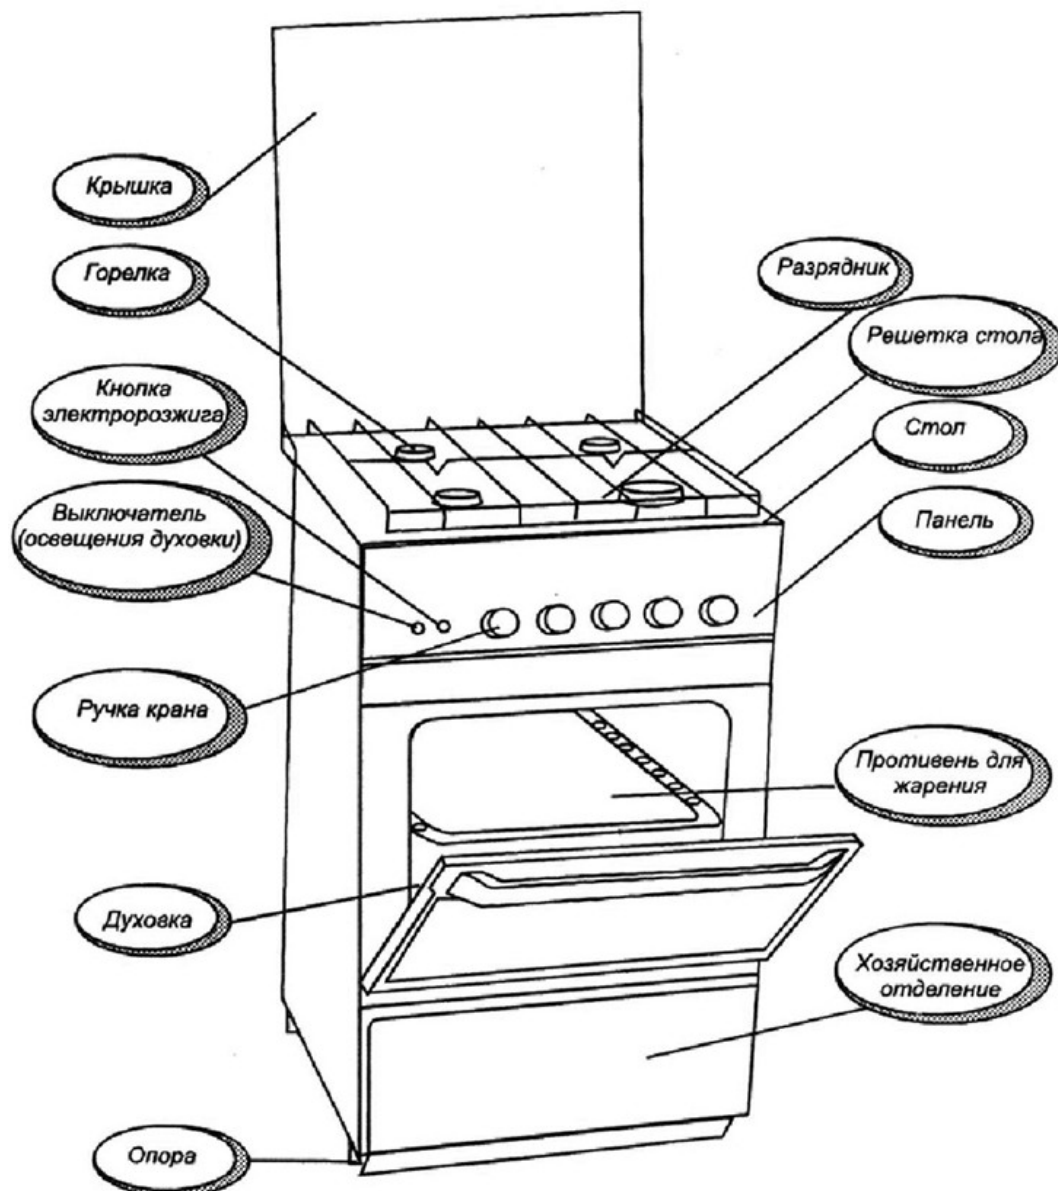

Рис. 1. Устройство плиты
5.1 Плита выполнена в виде тумбы (рис. 1).